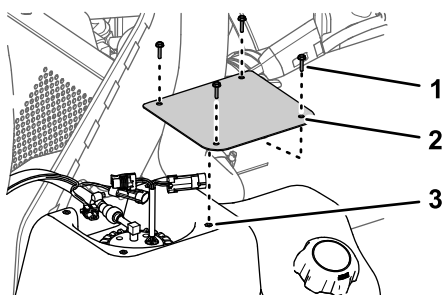

図 82
2. 燃料タンク部分で、カバーを燃料タンクに固定しているねじ#10 x 3/4" 4本を外して、カバーを取り外す 図 82。